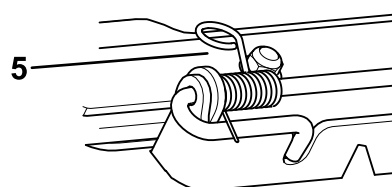

Figure 75
1. Désengagez le ressort et sortez la tige des supports soudés du tablier, du ressort et du déflecteur d'éjection (Figure 75).
3. Positionnez le nouveau déflecteur d'éjection en plaçant les extrémités du support entre les supports soudés du tablier et installez la tige et le ressort, comme montré à la Figure 75.
4. Placez l'extrémité de la tige dans l'encoche du support (Figure 75).